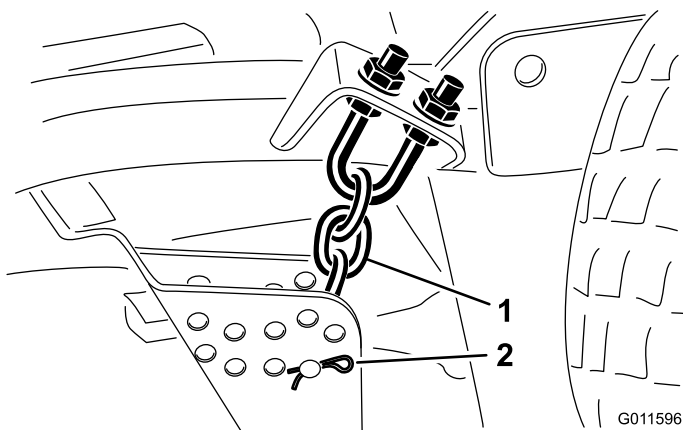

Figura 7
8. Rimuovete le coppiglie e i perni con testa che fissano le catene dell'altezza di taglio sul retro dell'apparato di taglio (Figura 7).